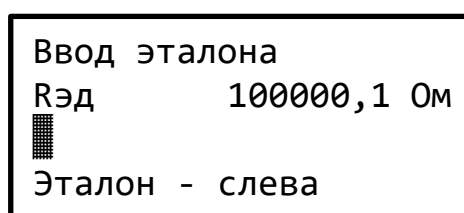
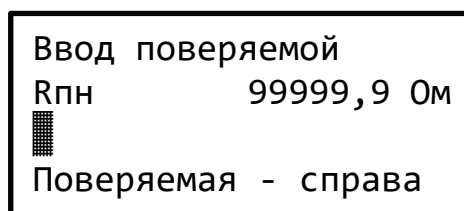
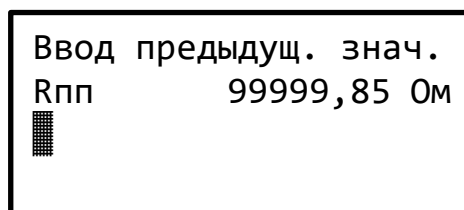

Рисунок 10 – Экран ввода действительного значения сопротивления эталонной меры
Рисунок 11 – Экран ввода номинального значения сопротивления поверяемой меры
Рисунок 12 – Экран ввода предыдущего значения сопротивления поверяемой меры
2.8.3 После нажатия соответствующих клавиш появится экран ввода значения сопротивления (для эталонной меры – рисунок 10, для поверяемой – рисунок 11, предыдущего значения поверяемой – рисунок 12).